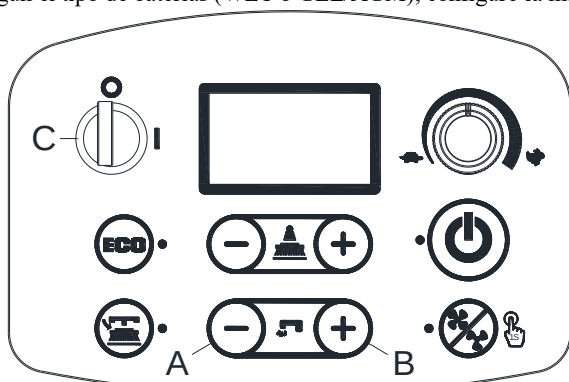
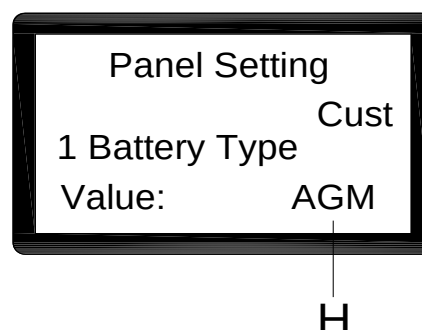

Figura 5
Figura 6
1. Pulse el botón caudal de agua «+» (A, Figura 5) y «-» (B, Figura 5) al mismo tiempo.
2. Introduzca la llave de encendido (C, Figura 5) y colóquelo en la posición "I".
3. Varios segundos más tarde, entre en la pantalla de selección de la modalidad batería (Figura 6)
4. Pulse el botón caudal de agua «-» (A, Figura 5) y «+» (B, Figura 5) para seleccionar la modalidad batería (H, Figura 6)
5. Después de 3 segundos aparece «Actualización OK» esto quiere decir que la actualización ha tenido éxito. (C, Figura 5)